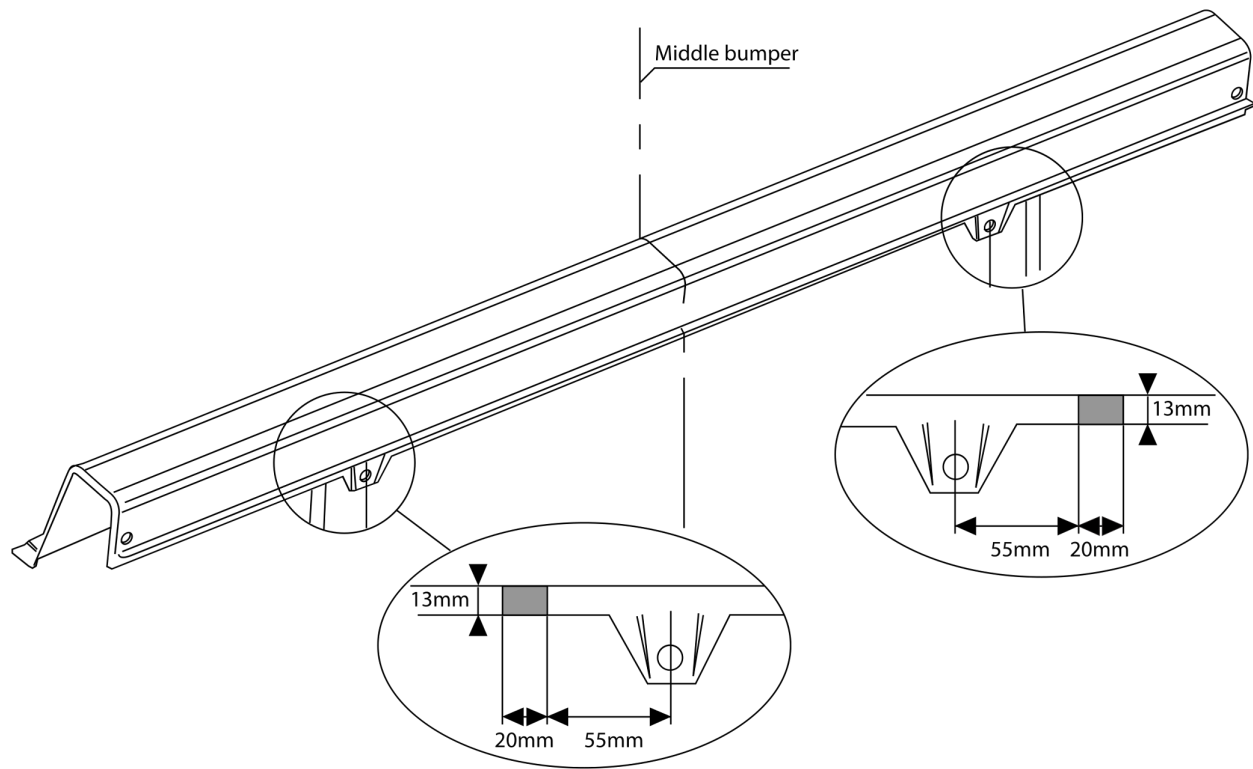

Fig. 4
13. Выпилить обозначенные части, как указано на рис. 4.